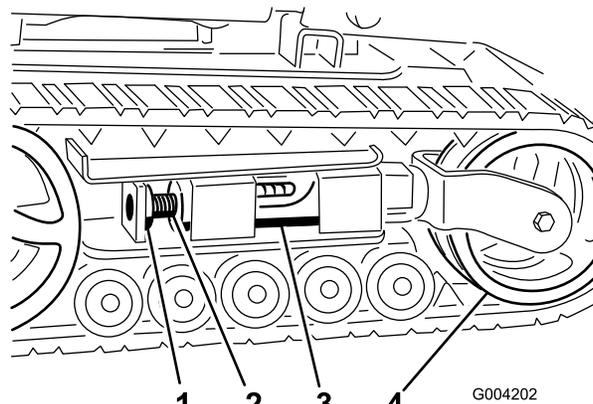
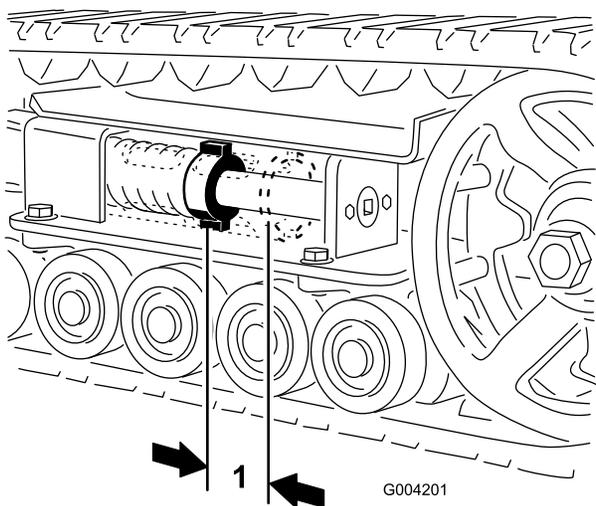
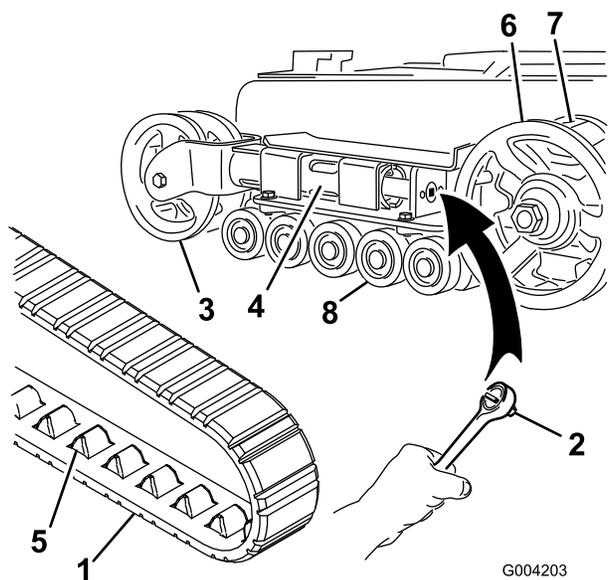
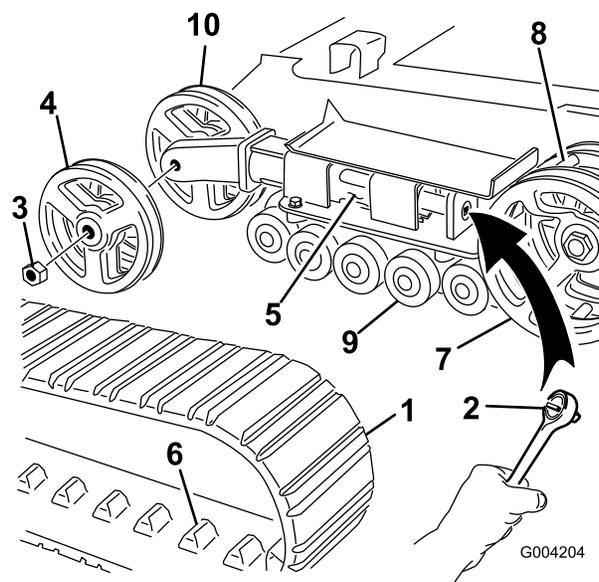

Рисунок 45
Рисунок 44
Рисунок 46
Рисунок 47
Между натяжной гайкой и задней стороной натяжной трубы должен быть зазор 2-3/4 дюйма (7 см) (Рисунок 44). Если это не так, отрегулируйте натяжение гусеницы, используя следующую методику:
3. Отвинтите зажимной болт и гайку (Рисунок 45).
4. Используя сменную головку размером 1/2 дюйма (Рисунок 46), поворачивайте натяжной винт против часовой стрелки до тех пор, пока расстояние между натяжной гайкой и задней стороной натяжной трубы (Рисунок 44) не станет равным 2-3/4 дюйма (7 см).
5. Совместите ближайшую выемку в натяжном винте с отверстием в зажимном болте и закрепите винт при помощи зажимного болта и гайки (Рисунок 45).
4. Используя сменную головку размером 1/2 дюйма, ослабьте натяжение привода, вращая натяжной винт по часовой стрелке (Рисунок 45 и Рисунок 46).
- Надавите на натяжной каток в направлении задней части тягового блока, чтобы придвинуть трубу вилки к каркасу (Рисунок 46). (Если она не касается каркаса, продолжайте вращать натяжной винт до тех пор, пока труба вилки не приблизится вплотную к каркасу.)
- Когда гусеница будет снята с натяжного катка, снимите ее с ведущего колеса и опорных катков (Рисунок 46).
- Начиная с ведущего колеса, проложите вокруг него новую гусеницу, убедившись, что выступы на гусенице входят в зазор между проставками на колесе (Рисунок 46).
- Протолкните гусеницу под опорные катки и одновременно между ними (Рисунок 46).
- Вращайте натяжной винт против часовой стрелки до тех пор, пока расстояние между натяжной гайкой и задней стороной трубы вилки (Рисунок 44) не станет равным 2-3/4 дюйма (7 см).
- Отвинтите зажимной болт и гайку (Рисунок 45).
- Используя сменную головку размером 1/2 дюйма, ослабьте натяжение привода, вращая натяжной винт по часовой стрелке (Рисунок 45 и Рисунок 47).
- Надавите на натяжной каток в направлении задней части тягового блока, чтобы придвинуть трубу вилки к каркасу (Рисунок 47). (Если она не касается каркаса, продолжайте вращать натяжной винт до тех пор, пока труба вилки не приблизится вплотную к каркасу.)
6. Отвинтите гайку, которая крепит внешний натяжной каток, и снимите каток (Рисунок 47).
7. Снимите гусеницу (Рисунок 47).
8. Отвинтите гайку, которая крепит внутренний натяжной каток, и снимите каток (Рисунок 47).
12. Установите внутренний натяжной каток и закрепите его отвинченной ранее гайкой (Рисунок 47).
14. Установите новую гусеницу, убедившись, что выступы на гусенице входят в зазор между проставками в средней части ведущего колеса (Рисунок 47).
15. Установите внешний натяжной каток и закрепите его отвинченной ранее гайкой (Рисунок 47).
17. Вращайте натяжной винт против часовой стрелки до тех пор, пока расстояние между натяжной гайкой и задней стороной натяжной трубы (Рисунок 44) не станет равным 2-3/4 дюйма (7 см).